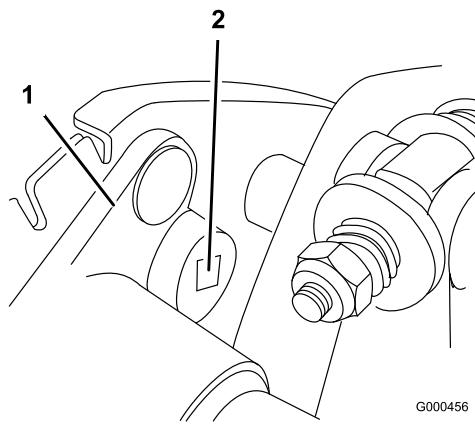

図 33
- B. 3/8インチのトルクレンチでベアリング・ハウジングを0.4~0.46 kg.mのトルクで回転させてベルトを張る (図 33)。